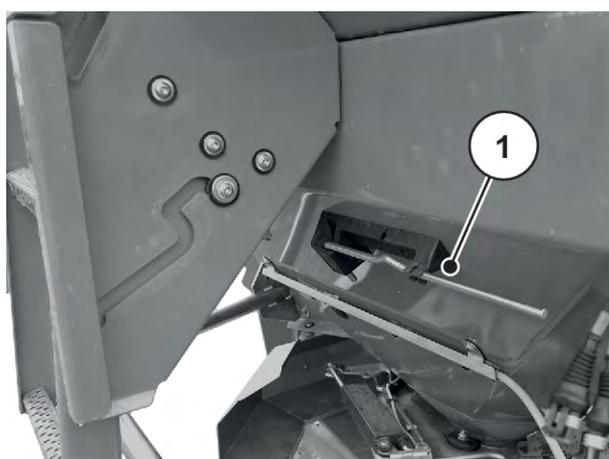

図 36: 調整レバー AXIS xx.2 の位置
- ▶ 調整レバーを再び所定のブラケットにかけます。参照：図 36 調整レバー AXIS xx.2 の位置